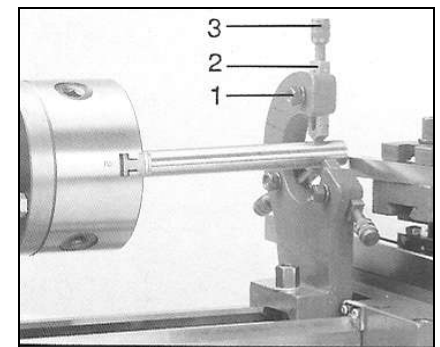

Fig 19
Drehen Sie an den Rändelschrauben (3, Fig 19) bis alle Gleitbacken (2) das Werkstück berühren ohne es zu klemmen.